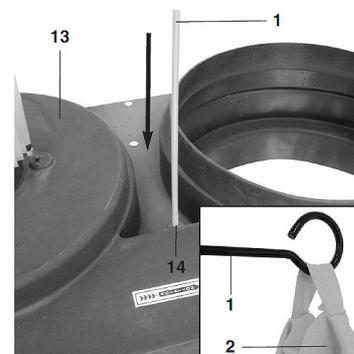

Abb. 9: Montage Staubsackhaken
Schritt 7: Setzen Sie den Staubsackhaken (1) in die Bohrung (14) am Kunststoffgehäuse (13) und hängen Sie den Staubsack (2) am Staubsackhaken ein (Abb.9).